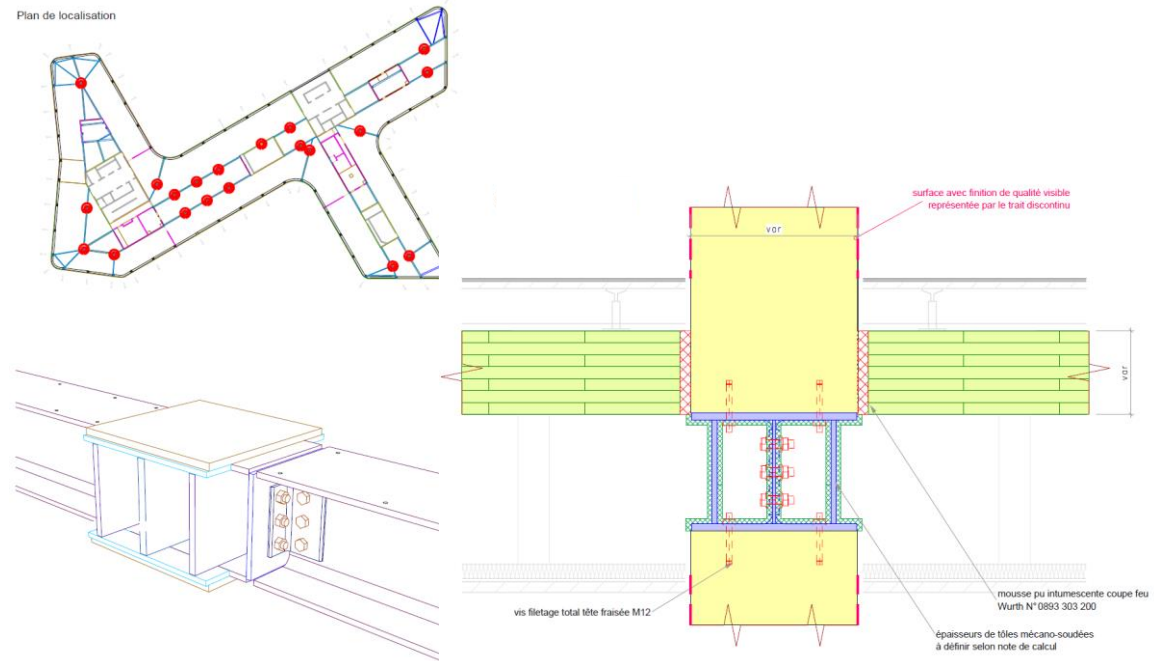

Figure 6 : Passage de gaine au milieu d'une poutre porteuse métallique
- Le passage d'une gaine perpendiculairement aux porteuses en milieu de travée a été réalisé par l'intermédiaire d'une jonction mécano-soudée (Figure 6).